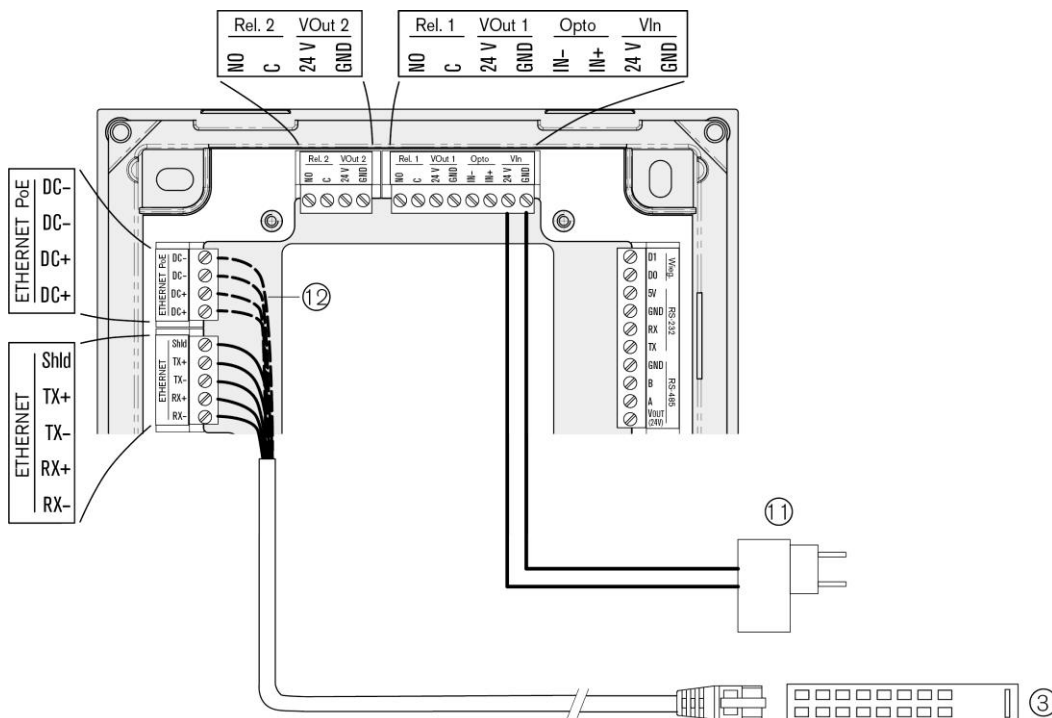

Bild 4.2 – Anschluss der Spannungsversorgung
1. Siehe (11) - über ein separates Netzteil (LPS und SELV - Limited Power Source (begrenzte Stromquelle) und Sicherheitskleinspannung)
- ▶ Schließen Sie zuerst die Adern des Anschlusskabels an den Schraubklemmen "Vin" an (siehe Bild 4.2).
- ▶ Stecken Sie das Netzteil (11) in die Netzspannungssteckdose ein.
2. Siehe (12) - über Power over Ethernet (PoE)